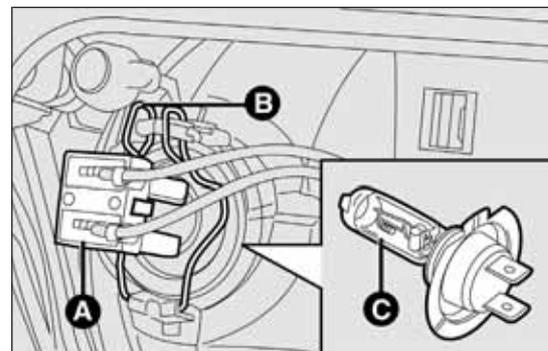

Abb. 193
- den elektrischen Verbinder A Abb. 193;